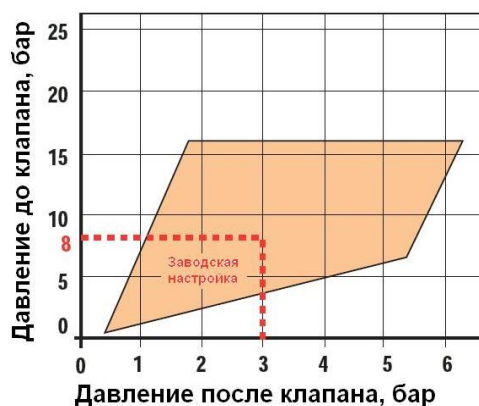

Рис. 2 Область применимости клапанов 7BIS в зависимости от давления до клапана и требуемого давления после клапана
1. Проверить применимость по давлению до и требуемому давлению после клапана (рис. 2)
1. Проверка применимости по давлению до и требуемому давлению после клапана (рис.2)
Давление до клапана - 8 бар; Давление после клапана – 3 бара. Рабочая точка, соответствующая указанным давлениям лежит внутри области применимости (рис.2)